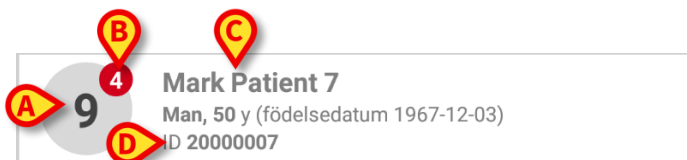

Fig. 59
Varje bädd motsvaras av en ruta (Fig. 59).
- bäddnummer (Fig. 59 **A**);
- antal förfallna meddelanden (i förekommande fall – Fig. 59 **B**);
- namnet på patienten på den bädden (Fig. 59 **C**);
- patientdata (om tillgängliga: kön, ålder, födelsedatum, patient-ID – Fig. 59 **D**).